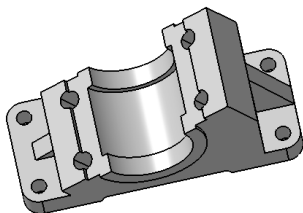

图 3-76 斜面轴承座
9. 完成斜面轴承座的建模，如图 3-76 所示。复习凸台（拉伸）、凹槽（切除拉伸）、加强肋、孔、螺纹、矩形阵列、倒角等工具的应用。详细绘制步骤可参阅“素材文件\第 3 章\ex\斜面轴承座.PDF”文件。